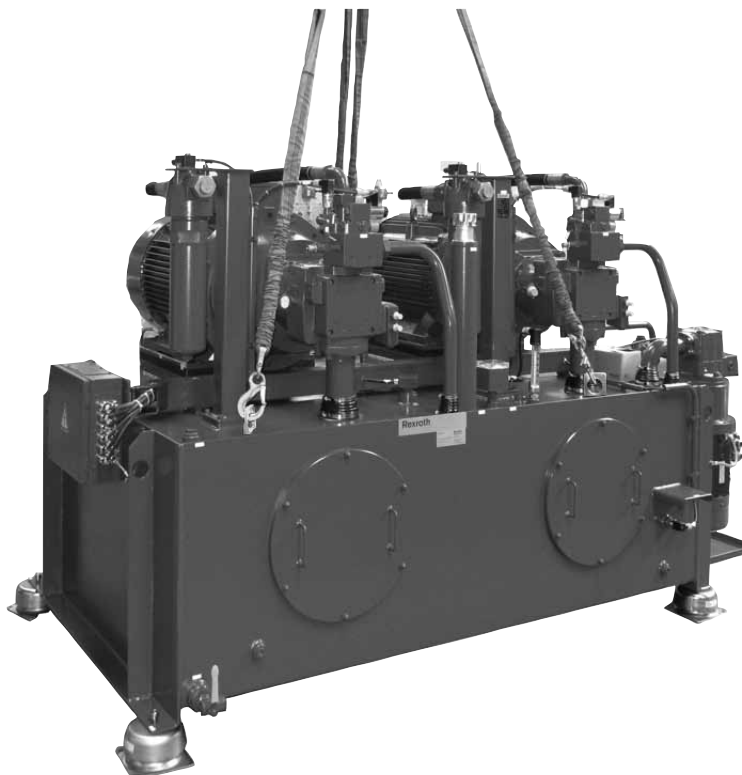

図 5: 吊り上げストラップと吊り金具の使用
- ▶ 吊り上げの際には、所定の位置および吊り金具のみを使用してください(図 5 および 6 を参照)。